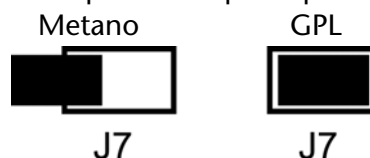

Fig. 14
- Selezionare sulla scheda di modulazione il tipo di gas spostando il jumper J7 (Fig. 14 pag. 20)
Il jumper J7 (vedi Fig. 12) seleziona il tipo di gas (metano o G.P.L.) per il quale la caldaia è predisposta. In Fig. 14 sono mostrate le posizioni corrette per le due predisposizioni.